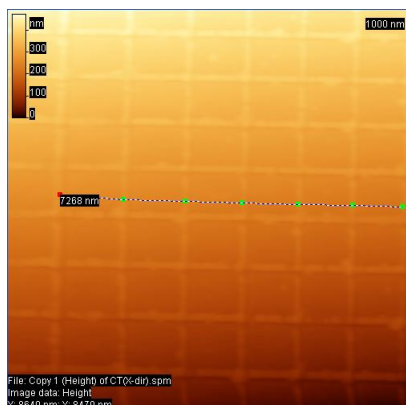

Рис. 3.39. Отсканированное изображение с отмеченными точками.
- На полученном изображении калибровочного образца последовательно с помощью ломаной отмечаются узловые точки с известным расстоянием друг от друга (для удобства построения кривой можно отметить опцию Cursor/ Snap to Maximum) (рис. 3.39)